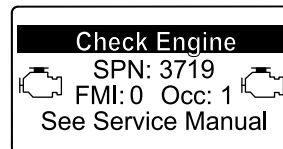

Figure 36
- Si une régénération de récupération est nécessaire, l'InfoCenter affiche l'avertissement SPN 3719, FMI 16 (Figure 36) et l'ordinateur du moteur réduit la puissance du moteur à 85 %.